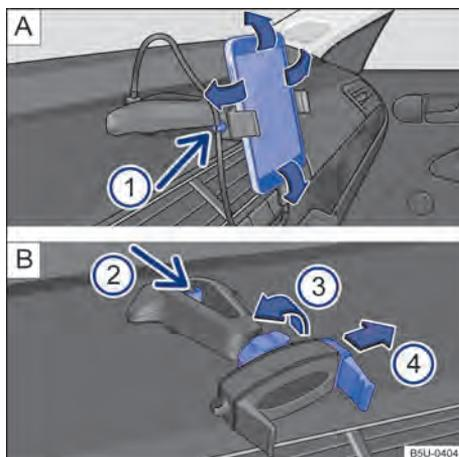

Fig. 215 En la consola central: soporte para smartphone y ajustes.
- Sujeter el soporte con una mano y presionar la tecla de desbloqueo → **fig. 215** **B** **2** (flecha).
- Con la varilla → **fig. 215** **B** **4** mover en la dirección de la flecha e instalar el smartphone en el alojamiento.
- Con la otra mano mover la varilla → **fig. 215** **B** **4** hasta que se pueda retirar el aparato del alojamiento.
- Colocar el cable USB en la entrada cargador USB del soporte existente en el tablero de instrumentos → fig. 215 **A**.
- Sujetar el cable en el soporte → fig. 215 **A** ①.
- Para liberar el movimiento del soporte, girar la traba → fig. 215 **B** ③ en la dirección opuesta de la flecha.
- Para fijar la posición, girar la traba en el sentido de la flecha ③ → fig. 215 **B** hasta la fijación completa del soporte.
El soporte para smartphone tiene una garantía de 3 años, con excepción de la varilla deslizante (garra) → fig. 215  ④ que tiene garantía de 1 año.